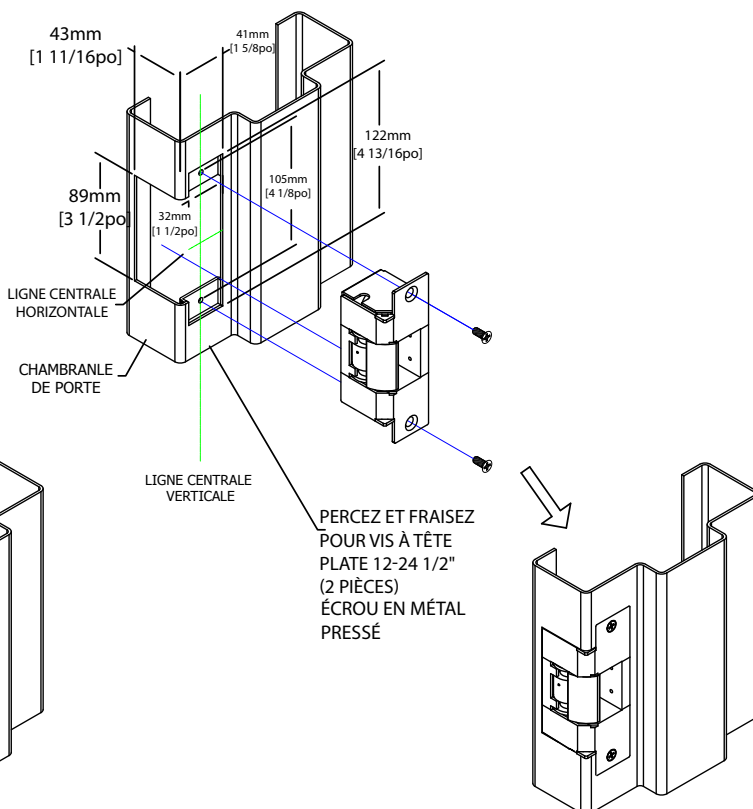

Figure 4.1
3. À l'aide d'un ciseau, d'une défonceuse ou d'une scie à chambranle, découpez la mortaise dans le chambranle le long du contour marqué. La taille de la mortaise doit correspondre à la taille de la gâche électrique. Assurez-vous de couper à la profondeur spécifiée dans la figure 4.1.